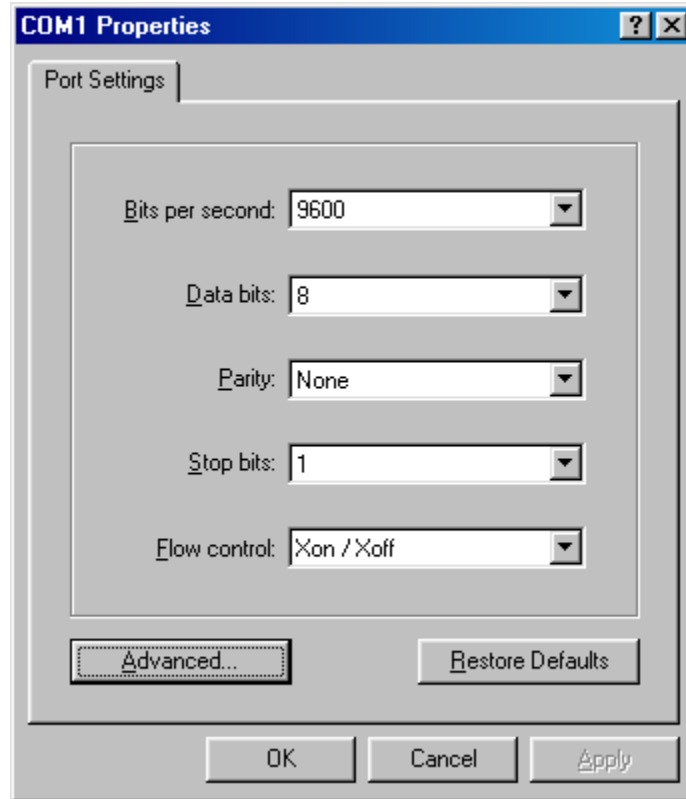

FIGURE 10 Boîte de dialogue Propriétés COM1
- v. Choisissez exactement les paramètres indiqués à la FIGURE 10, puis cliquez sur OK.**